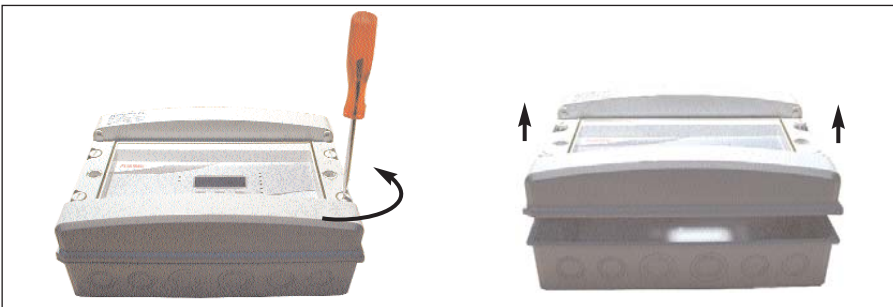

Abb. 8
3. Die 4 Gehäuseschrauben mit Hilfe eines entsprechenden Schraubenziehers entfernen und Gerätedeckel entfernen (Abb. 8).